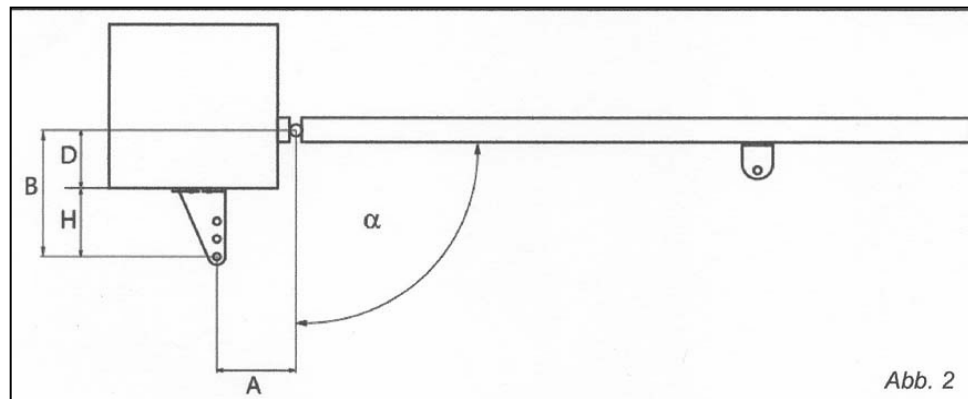
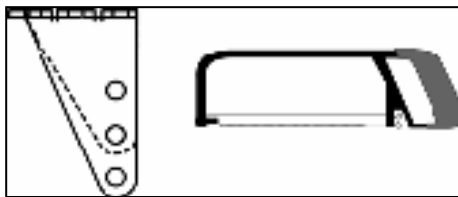

Fig. 1
Fig. 2
- Pour le montage des moteurs les mesures indiquées ci-dessous (figure 1, tableau 1) doivent être respectées:
1. Fixer l'étrier foré au pilastre en respectant les mesures indiquées (voir figure 1 et tableau 1) si nécessaire raccourcir l'étrier foré par un passage au trou de milieu ou bien au trou le plus proche au pilastre (voir figure 2)